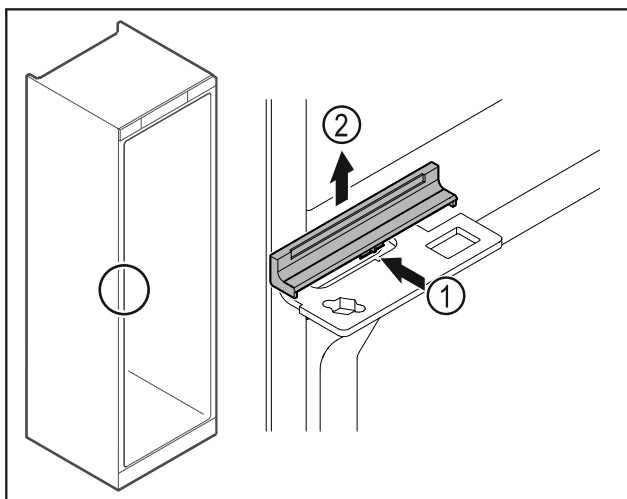

Fig. 38
- ▶ Слегка надавите на крышку по центру Fig. 38 (1) и снимите ее движением вверх Fig. 38 (2).